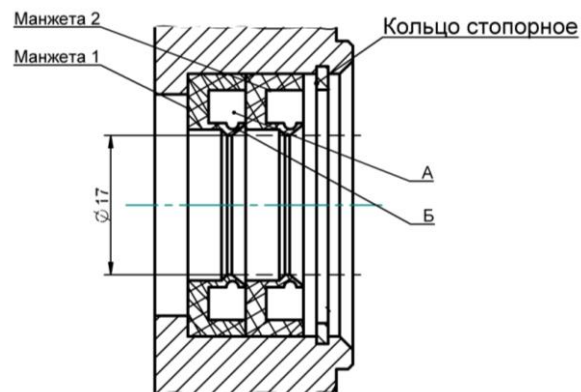

Рис. 9. Схема установки манжет.
9. Установку манжет производить согласно рис. 9 в следующем порядке: